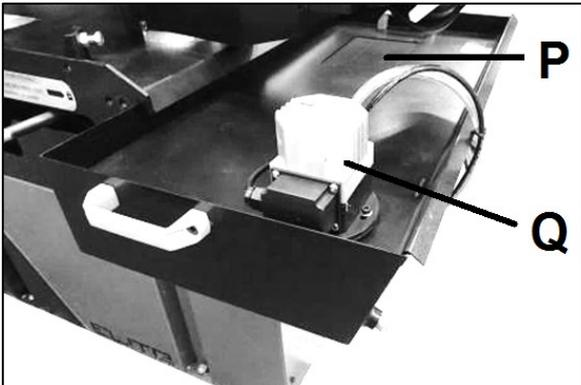

Figure 9-3 : Pompe de refroidissement
- Retirez la pompe (Q, Fig 9-3) en desserrant les vis.
- Retirez l'écran du filtre (P) en desserrant les vis.
- Remplacez le bouchon (T).
- Nettoyez attentivement la pompe (Q) et remplacez-la.
- Remplissez le réservoir avec du réfrigérant à environ 25mm en-dessous de l'écran de filtre (P).
- Remplacez l'écran du filtre (P) et la pompe (Q).